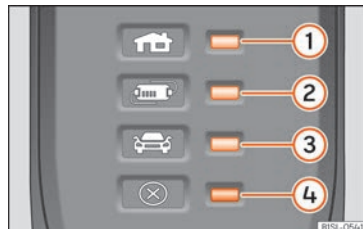

Fig. 219 Sur le câble de charge pour prises de courant : Témoins de contrôle sur le dispositif de protection.
»» fig. 219:
Le dispositif électronique de protection » fig. 219 fait que le connecteur de charge demeure sans courant tant que la prise de charge du véhicule n'est pas branchée.
Un ou plusieurs des témoins de contrôle » fig. 219 ①, ② ou ③ s'allument en vert.
Indication » fig. 219	Signification
Si le témoin d'alerte ④ rouge clignote ou s'allume sans qu'un des témoins de contrôle » fig. 219 ①, ② ou ③ l'indicateur de fonctionnement ne s'allume de façon permanente, il y a une panne.